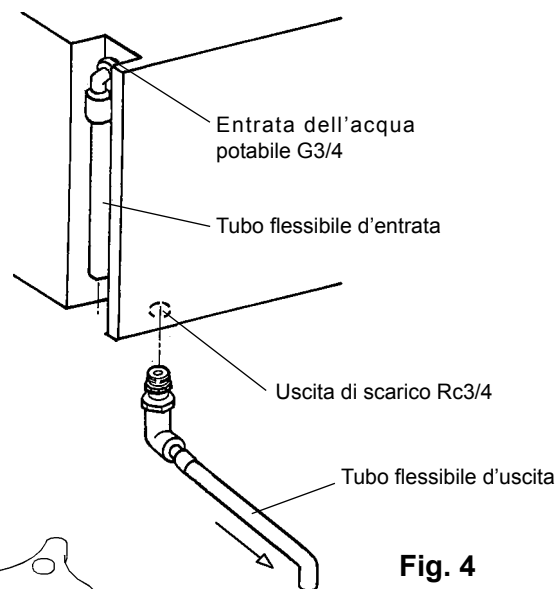

Fig. 4
- 1) Collegare l'estremità ad angolo del flessibile bianco (accessorio) al raccordo G3/4 sul retro del distributore come indicato (Fig. 4), accertandosi che la guarnizione di tenuta sia correttamente posizionata. Avvitare quanto basta a evitare perdite.
- 4) Serrare l'attacco 3/4-3/4 e il gomito al raccordo Rc3/4 sul fondo della macchina come indicato (Fig. 4). Per ottenere un accoppiamento a tenuta, utilizzare gli appositi ermetici e/o il nastro P.T.F.E.